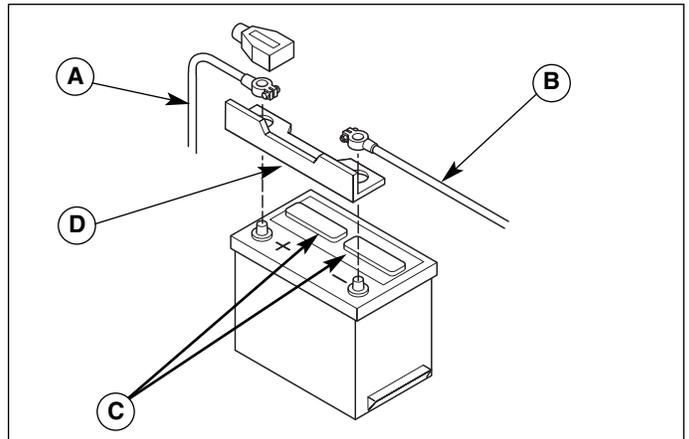

Figure 25. Bornes de batterie – typiques
2. Retirer les bouchons de remplissage de la batterie (C, figure 25). Le liquide doit être au niveau de l'anneau brisé indiquant le plein. S'il ne l'est pas, ajouter de l'eau distillée.
1. Débrancher les câbles de la batterie, le négatif en premier (B, figure 25).
6. Remettre le protège-bornes (D) en place.
7. Rebrancher les câbles de la batterie, positif en premier (A, figure 25).
NE PAS utiliser le tracteur si le protège-bornes de la batterie (D, figure 25) n'est pas en place.